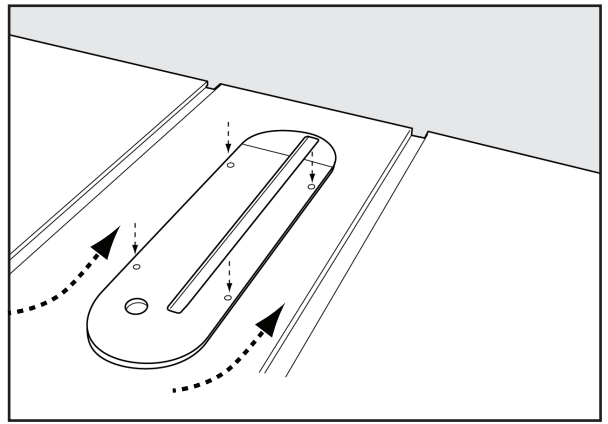
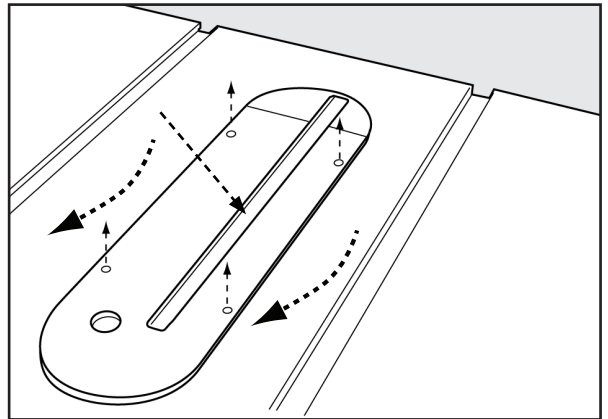

FIGURA 15A
FIGURE 15B
1. Para instalar la placa de garganta, baje la hoja hasta abajo de la parte superior de la mesa, luego con cuidado deslice la placa de garganta, primero el extremo ranurado, desde la parte frontal de la mesa hasta la parte posterior, manteniendo la hoja centrada dentro de la ranura en la placa de garganta. Vea la Figura 15A. La placa debe descansar dentro de la cavidad en la parte superior de la mesa.
3. Si la garganta no está al ras con la parte superior de la mesa, ajuste la altura de la placa de garganta usando los cuatro tornillos de fijación (A). gorge au moyen des quatre vis de pression (A).
4. Para retirar la placa de la garganta, baje la hoja por debajo de la mesa, luego deslice con cuidado la placa de la garganta desde la parte trasera de la mesa hacia la parte delantera, manteniendo la hoja centrada dentro de la ranura en la placa de la garganta. Figure 15B.